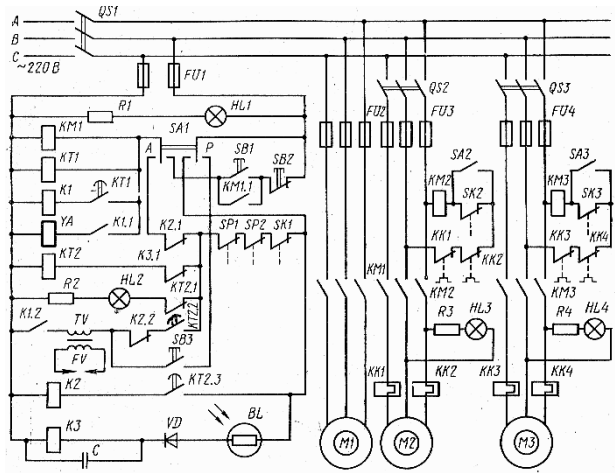

Рис. 3
3. Указать элементы электрической принципиальной схемы управления котлоагрегатом КОАВ-68 (рис.3). Объяснить порядок работы схемы в штатных и аварийных ситуациях.